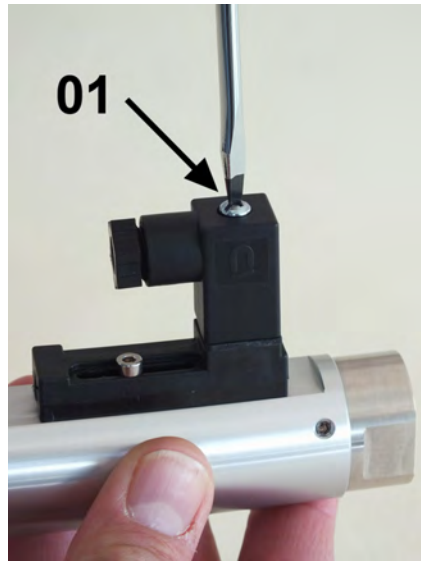

Abb. 21: Steckerdose lösen
1. ➤ Befestigungsschraube ( Abb. 21/01) von der Stecker-
9. → Steckerdose auf Gerätestecker stecken und Befestigungsschraube ( Abb. 21/01) anziehen